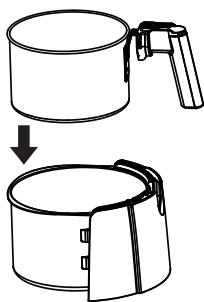

Figura 2
2. Secondo le diverse configurazioni, installare il gruppo recipiente (Figura 2), poi spingerlo nell'unità principale (Figura 3).